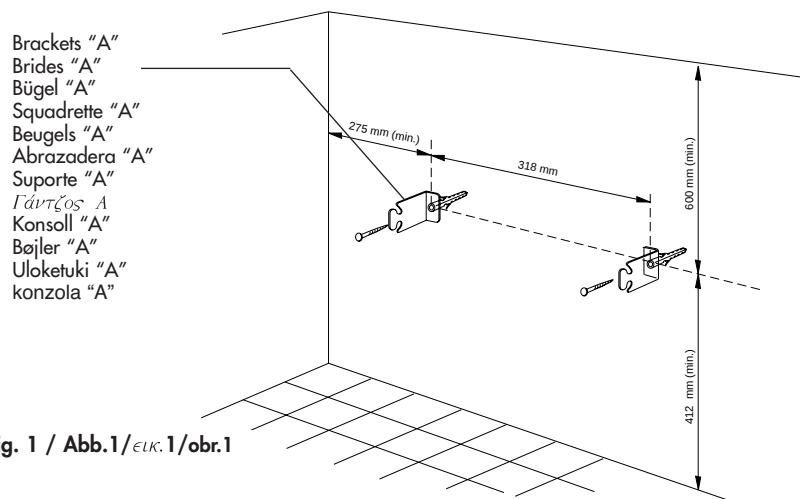

Fig. 1 / Abb.1/εΚ.1/obr.1
1. Fix two brackets "A" following carefully the dimensions as indicated in figure 1. Use a 6 mm masonry drill.
1. Fixez les deux brides "A" en suivant scrupuleusement les dimensions indiquées à la figure 1.
1. Befestigen Sie die beiden Bügel 'A' und halten Sie sich strikt an die auf Abbildung 1 angegebenen Maße. Verwenden Sie einen Maurerbohrer von 6 mm.
1. Fissate le squadrette "A" seguendo attentamente le distanze indicate in fig. 1.
1. Fest de to konsollene 'A'. Det er viktig at du bruker målene som er oppgitt på fig. 1. Bruk et 6 mm borbitt.